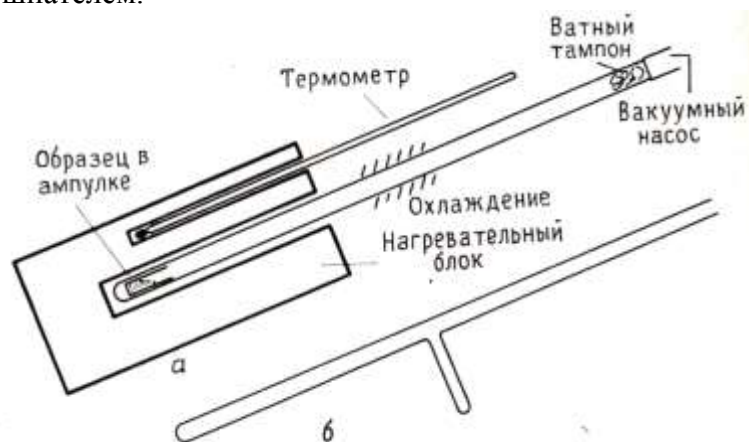

Рис.5. а – сублимация микроколичеств с использованием нагревательного блока, б – трубка для перегонки микроколичеств.
**ПРОЦЕСС СУБЛИМАЦИИ.** Сублимируемое вещество измельчают в порошок и помещают на дно трубки, в которую вставлен пальчиковый холодильник. Расстояние между дном сублиматора и кончиком холодильника должно быть небольшим, но достаточным, чтобы сублимат не загрязнялся при разбрызгивании твердого вещества. С этой проблемой часто сталкиваются, если перед сублимацией не удалены растворители и другие летучие вещества. В большинстве случаев достаточно расстояние около 1 см. После вакуумирования на водном или масляном насосе сублиматор погружают в мелкую масляную баню и постепенно нагревают до тех пор, пока на поверхности пальчикового холодильника не образуется пленка сублимата. Температура не должна подниматься слишком быстро, иначе вещество может разбрызгаться. По завершении сублимации осторожно отключают вакуум и вынимают пальчиковый холодильник. Затем сублимированное вещество соскребают микрошпателем на часовое стеклышко или плотную фильтровальную бумагу либо смывают его растворителем (хотя это и приводит к потере того преимущества, которое дает непосредственное получение чистого твердого вещества). Очень малые количества лучше возгонять в длинной стеклянной трубке (диаметром около 9мм), нагреваемой в наклонном, электрически обогреваемом металлическом блоке (Рис.5,а).